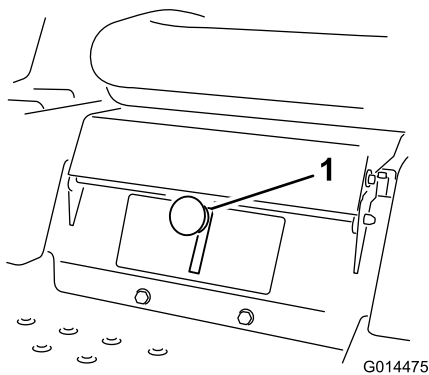

**Figura 17**
2. Para andar para a frente empurre as alavancas de controlo do movimento para a frente (Figura 17).
Para andar a direito, aplique pressão igual em ambas as alavancas de controlo do movimento (Figura 17).
Para rodar, liberte a pressão da alavanca de controlo de movimento virada para a direcção para a qual quer virar (Figura 17).